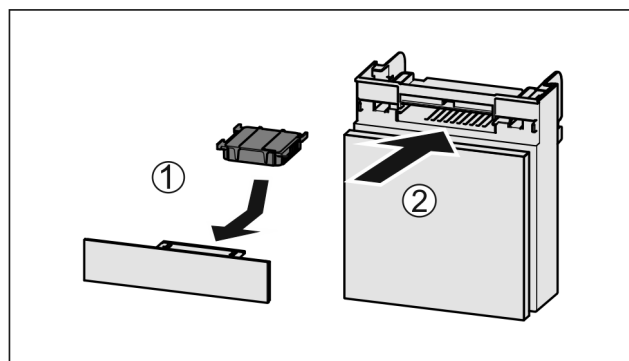

Fig. 62
- ▶ Поставете Fig. 62 (1) филтъра с активен въглен, както е показано на фигурата.
- ▶ Вкарайте Fig. 62 (2) отделениято.